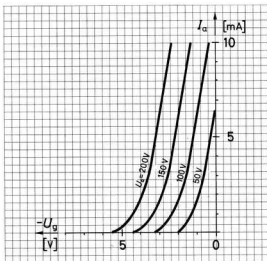

Bild 306
- d) Bestimmen Sie den Durchgriff der Röhre nach Bild 306 für eine Gittervorspannung von -2 V auf der 150 V-Kennlinie.